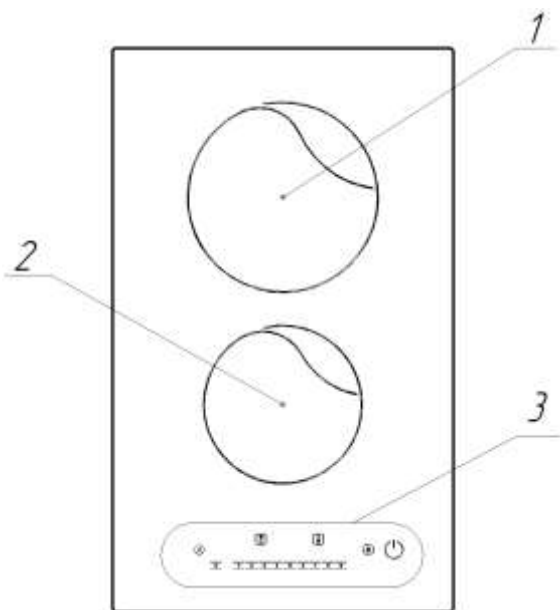

Рис. 4. Устройство варочной панели ПЭВ 25 С.
Расположение и назначение элементов варочной панели показано на Рис. 4. Символы на панели показаны условно.
На стеклокерамической поверхности (см. Рис. 4) расположены две зоны нагрева различного диаметра (1 – зона нагрева Ø180 мм и 2 – зона нагрева Ø140 мм), температура нагрева которых регулируется при помощи панели управления (3).